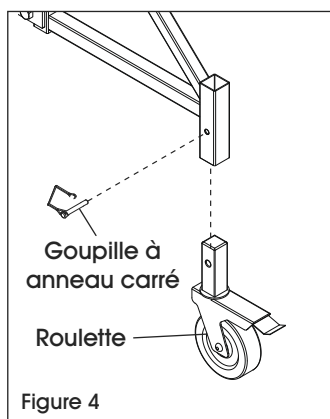

Figure 4
1. Installez une roulette (E) dans le stabilisateur (C) et fixez-la à l'aide d'une goupille à anneau carré (D). Répétez cette procédure pour les trois autres stabilisateurs. (Voir Figure 4)